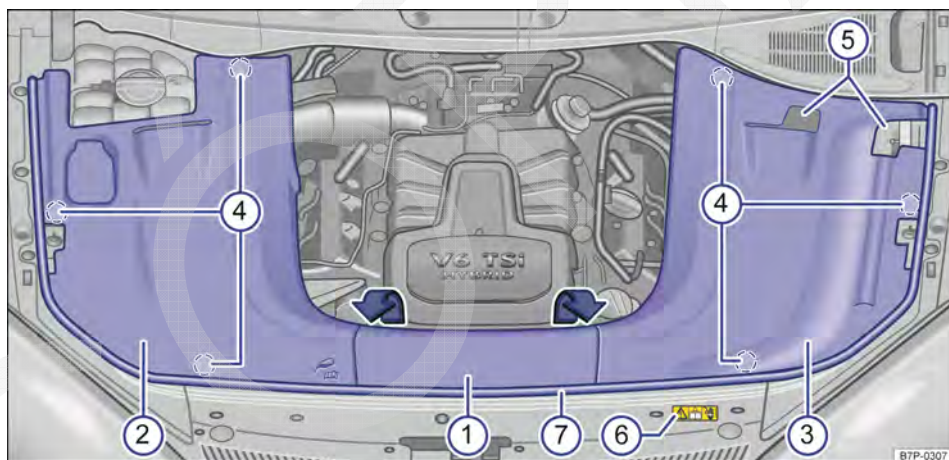

Fig. 270 Com a tampa do compartimento do motor aberta: cobertura do compartimento do motor.
A cobertura do compartimento do motor ① e ② → Fig. 270 deve ser desinstalada para verificar e corrigir o nível do líquido de arrefecimento → Página 373. Procedimento para verificar e corrigir o nível do líquido de arrefecimento → Página 353.
→ Página 335. Para alcançar os pontos de auxílio à partida no compartimento do motor, utilizar as aberturas para pontos de partida auxiliar ⑤ na cobertura ③ → Fig. 270.
Legenda para Fig. 270:
- ① Cobertura central.
- ② Cobertura direita.
- ③ Cobertura esquerda.
- ④ Alojamentos.
- ⑤ Aberturas para os pontos de partida externos.
- ⑥ Placa de advertência para alta tensão.
- ⑦ Vedação do compartimento do motor.
As coberturas do compartimento do motor ① e ③ → Fig. 270 devem ser desinstaladas nas seguintes situações:
As coberturas do compartimento do motor ① e ② → Fig. 270 devem ser desinstaladas nas seguintes situações: